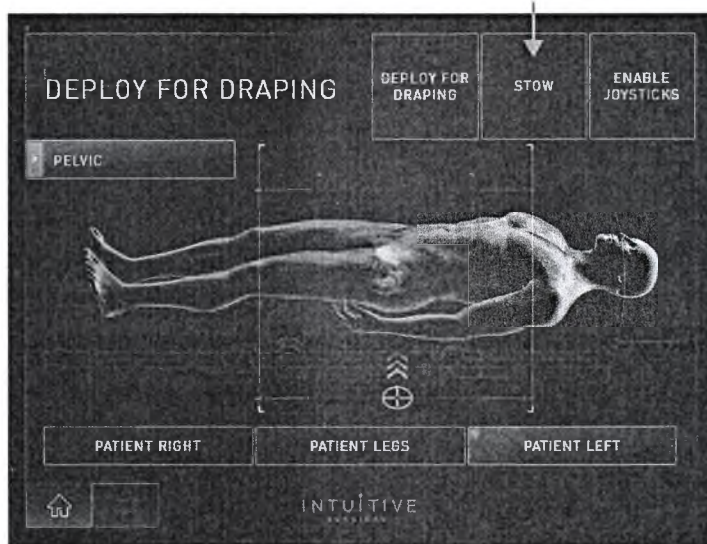

Рисунок 9.37 Складывание
1. На сенсорной панели стойки пациента нажмите и удерживайте кнопку **Sterile Stow** («Стерильное складывание») (Рисунок 9.37). Стойка пациента приводится в сложенное положение с поддержкой стерильности: стрела устанавливается в сложенное стерильное положение, в то время как манипуляторы складываются и разводятся на достаточное расстояние от основания стойки во избежание нарушения стерильности.